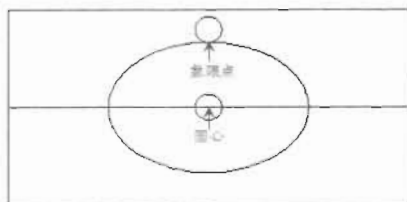

图 3-109
(4) 在命令提示行中输入 Circle 命令，使用两点法，捕捉椭圆的象限点和圆心，分别绘制一个半径为 1 的圆，如图 3-109 所示，命令执行过程如下。
指定圆直径的第一个端点: //捕捉椭圆的象限点, 如图 3-109 所示